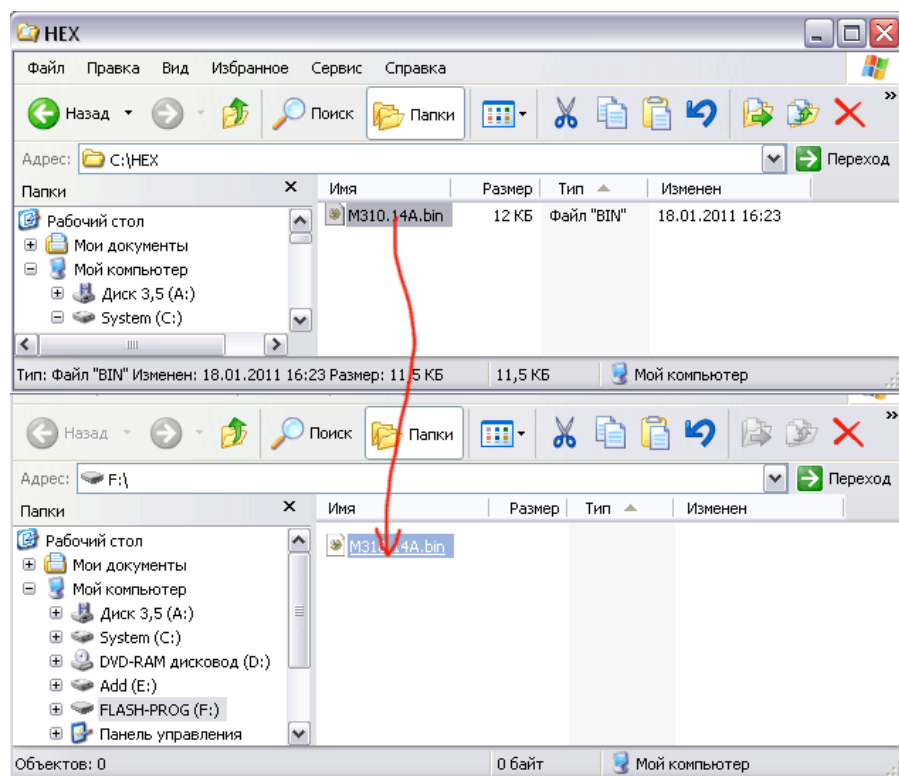

Рисунок 8. Копирование ПО.
- Открыть в проводнике папку с новой версией ПО для весов, например, M310.14A.BIN. Скопировать (перетащить с помощью указателя «мышь») файл с расширением «.BIN» в папку весов «FLASH-PROG», как на рис. 8. Убедиться, что скопирован правильный файл с расширением «.BIN». В противном случае, его следует немедленно